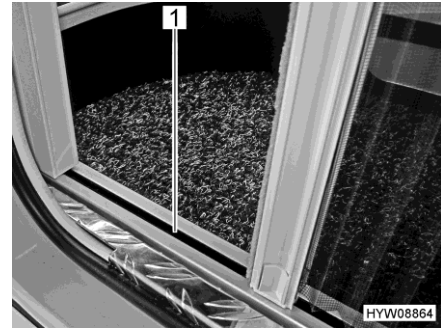

Fig. 36 Moustiquaire (guidage inférieur)
- ▷ Saisir la barre-poignée des deux mains pour fermer et ouvrir. Cela réduit le risque que la moustiquaire se coince dans les guidages (Fig. 36,1).